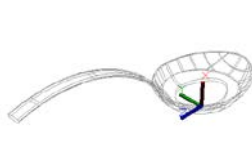

图 11.133 拉伸效果
(17) 单击【建模】面板中的【拉伸】按钮 , 拾取拉伸对象为矩形, 输入 P, 指定拉伸的路径, 拾取圆弧, 按回车键确认, 效果如图 11.133 所示。